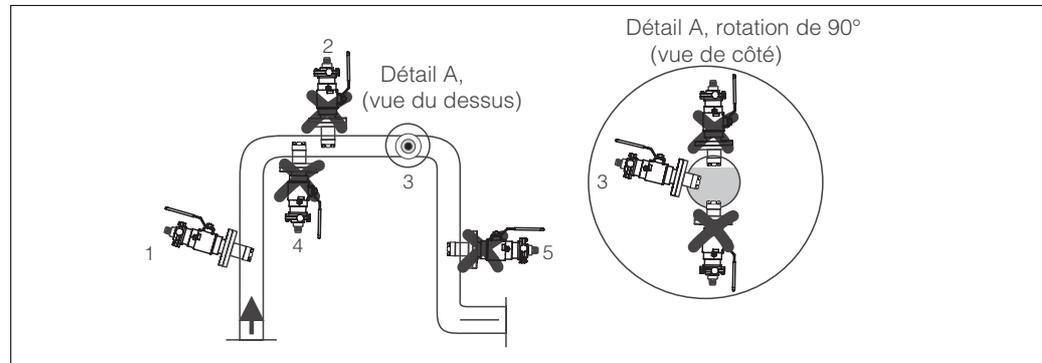

Fig. 13 : Positions de montage adaptées et inadaptées
- N'installez pas la sonde là où il y a un risque de formation de bulles d'air ou de mousse (→ fig. 13).